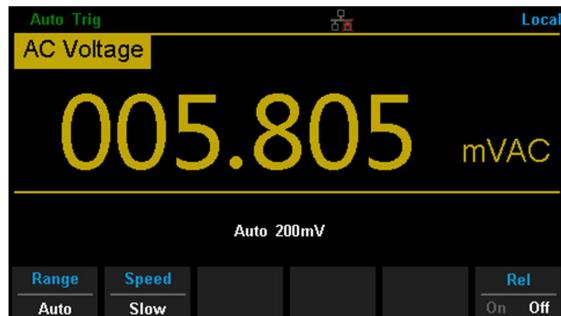

図 2-8 交流電圧測定インターフェース
- 図 2-8 に示すように、フロントパネルの **ACV** を押して AC 電圧測定インターフェースに入ります。